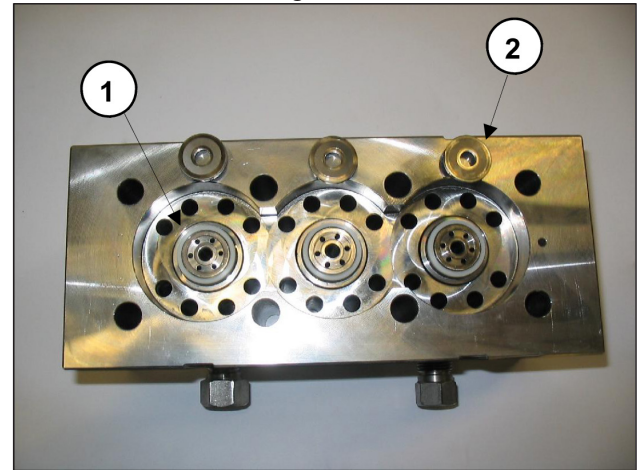

Fig. 41
**Durante a desmontagem das camisas, preste atenção para não derramar os locais da válvula ① e as válvulas planas ②, conforme indicado na Fig. 41, as quais estão sendo posicionadas somente na parada para poder cair.**